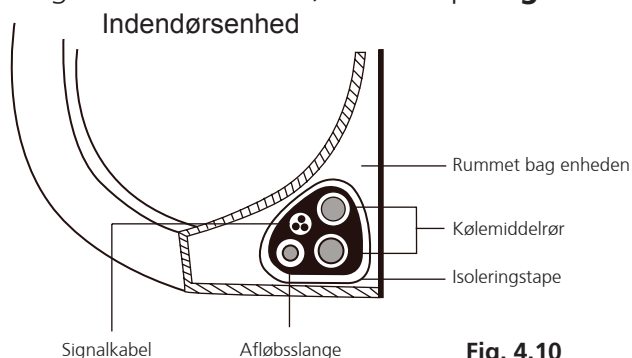

Fig. 4.10
- Bind afløbsslange, kølemiddelrør og signalkabel sammen, som vist på **Fig. 4.10**.
- Brug isoleringstape til at vikle signalkablet, kølemiddelrørerne og afløbsslangen tæt sammen. Dobbelttjek, at alle enheder er bundtet iht. **Fig. 4.10**.